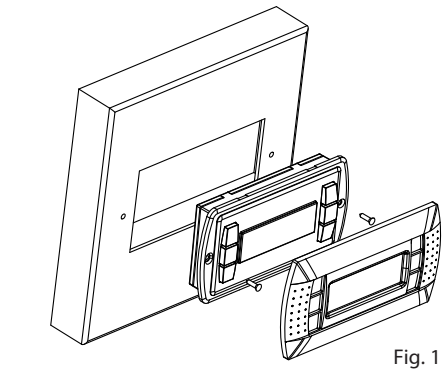

Fig. 1
- установите в проем терминал со снятой передней рамкой и закрепите в этом положении, завернув в панель винты с потайной головкой из комплекта терминала, как показано на рис. 1;